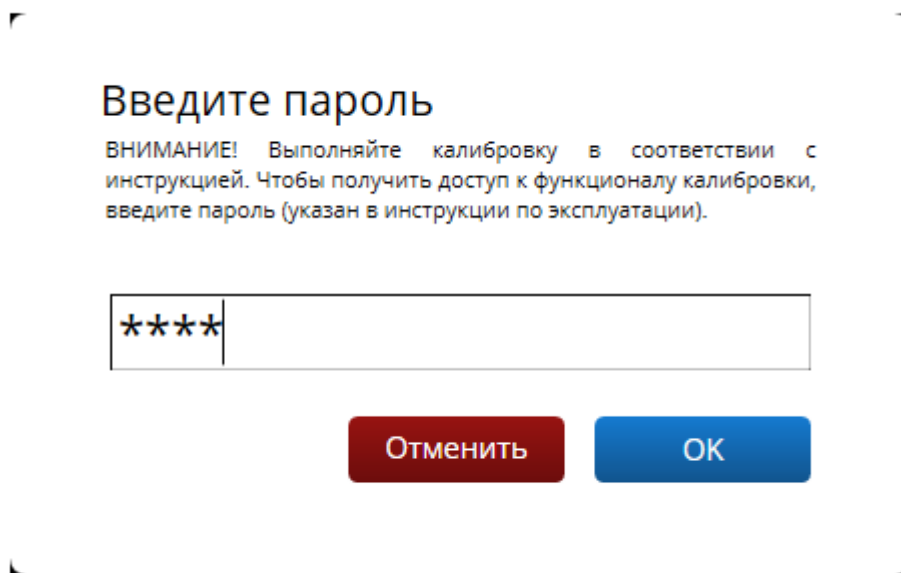

Рисунок 3 – Окно ввода пароля
- 7) Для осуществления калибровки выбранного датчика необходимо ввести пароль в окне «Введите пароль» и нажать «ОК» (рис. 3).